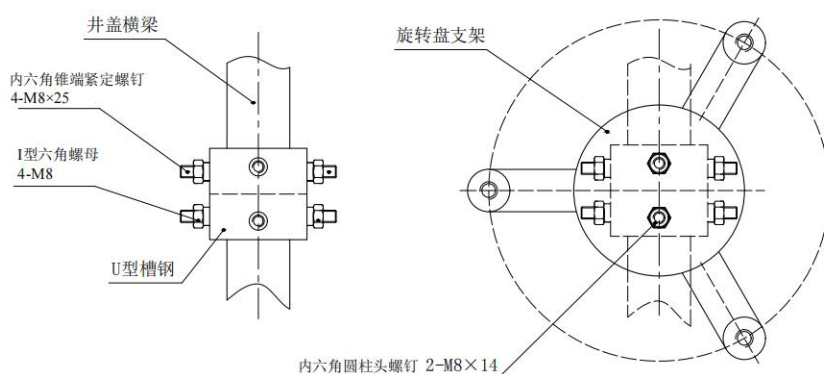

图 10 U型槽和旋转盘支架安装示意图
3) 如图 10 示，将 U 型槽钢使用 M8 锥端紧定螺钉夹紧固定于井盖横梁上，待完全夹紧后，拧紧 M8 六角螺母将其锁紧。再安装旋转盘支架，用 M8 内六角螺钉配合弹平垫固定牢固。